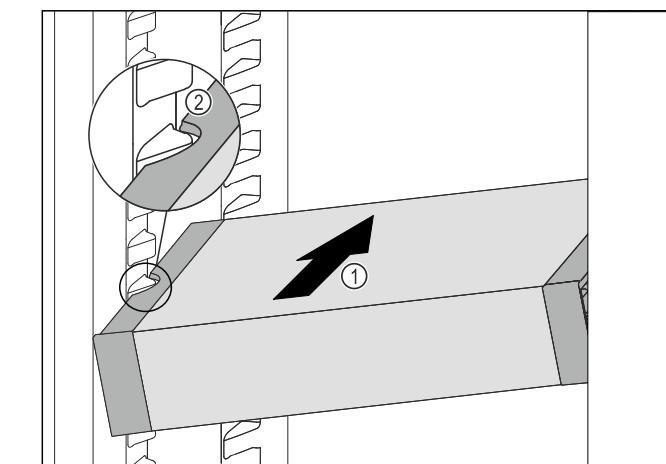

Fig. 71
- Вставити висувний ящик VarioSafe під кутом в охолоджувальне відділення Fig. 71 (1), додоки бокові поглибления Fig. 71 (2) VarioSafe не будуть розташовуватися на рівні ребра для ємності в охолоджувальному відділенні.